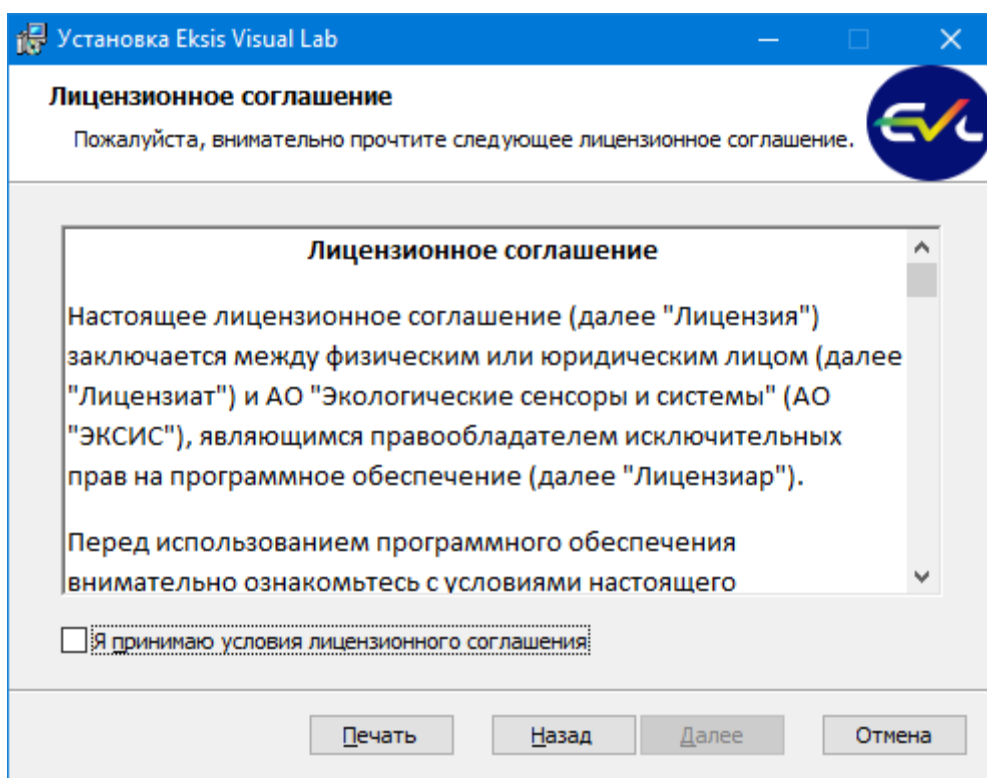

Рис. 2.3. Лицензионное соглашение с пользователем Eksis Visual Lab
2. Ознакомление и принятие лицензионного соглашения с пользователем программы (рис. 2.3). Для продолжения установки необходимо принять условия лицензионного соглашения, установив соответствующий флаг.